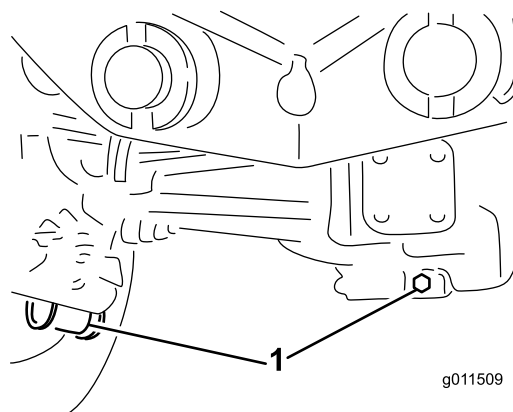

Bild 86
2. Reinigen Sie den Bereich um die drei Ablassschrauben, d. h. jeweils eine an beiden Enden und eine in der Mitte (**Bild 86**).